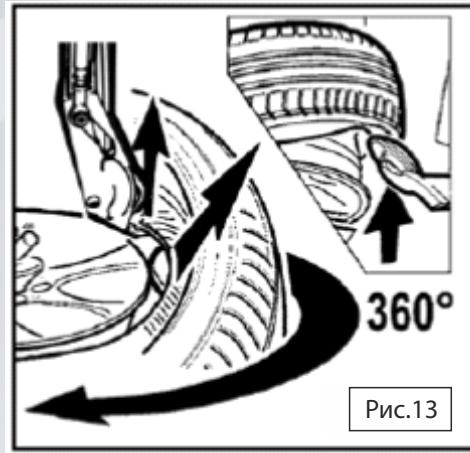

Рис.13
- Вставьте монтажный крюк между нижним бортом и ободом (см. Рис. 13).